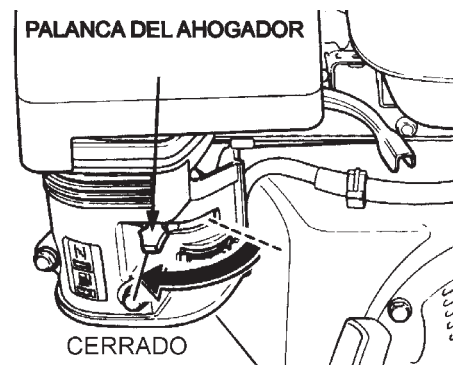

Figura 22. Palanca del ahogador (posición cerrado)
6. Si opera la SP2 en **clima frío**, coloque la **palanca del ahogador** (Figura 22) en la posición de **CERRADO**.
9. Si el motor ha arrancado, lentamente regrese la palanca del ahogador (Figura 22) a la posición de **CERRADO**. Si el motor no arranca repita los pasos del 1 al 8.
4. Si opera la SP2 en **clima frío**, coloque la **palanca del ahogador** (Figura 22) en la posición de **CERRADO**.